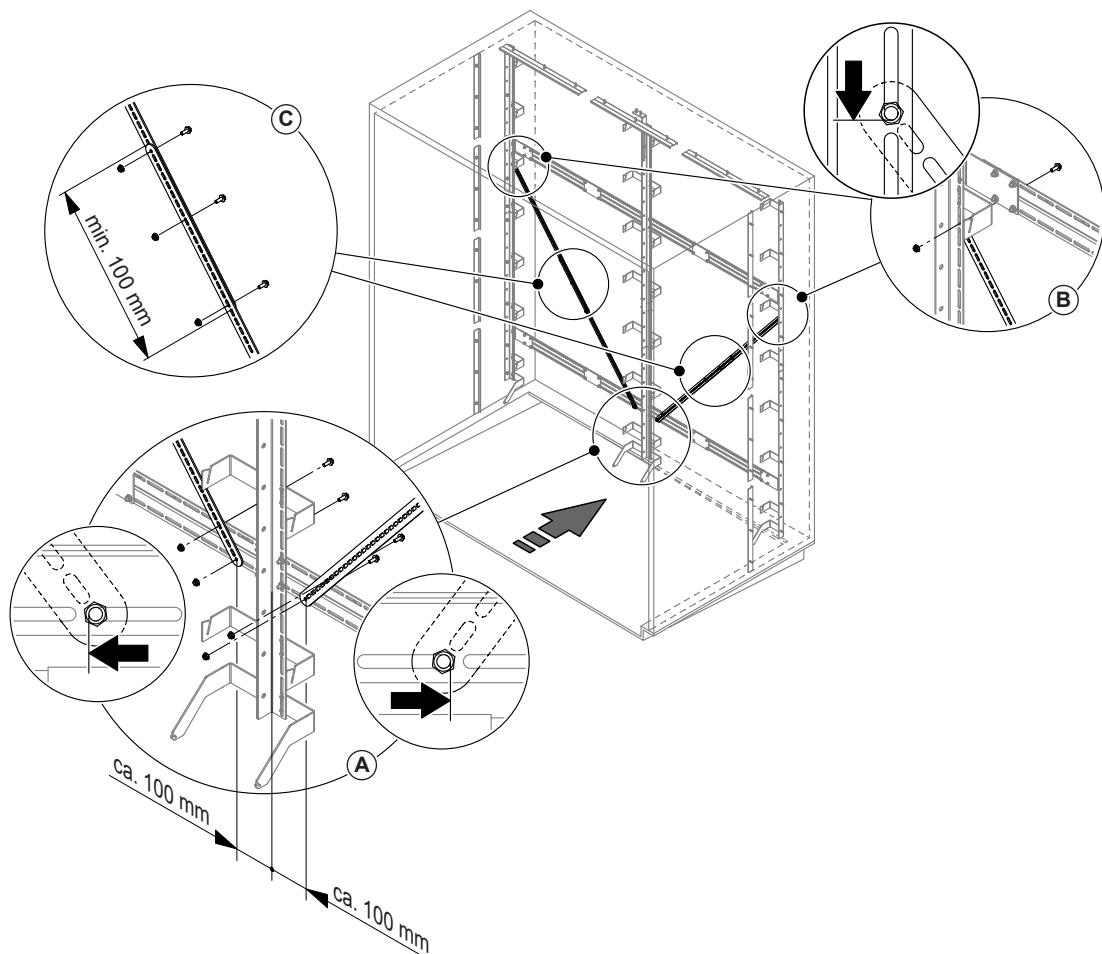

Abb. 14: Diagonalverstrebungen montieren
- Zuerst die unteren Diagonalstreben in einem Abstand von ca. 100 mm zur Mitte der Vertikalsstütze von vorne (in Strömungsrichtung gesehen) mit einer Schraube M6 x 16 mm und Mutter (mitgeliefert) in dem entsprechenden Langloch in der unteren Reihe am Querträger befestigen. Dann die unteren Diagonalstreben im Langloch des Querträgers bis zum Anschlag nach links bzw. nach rechts schieben und die Schraubverbindungen leicht festziehen (siehe Detail A in Abb. 14).
- Die oberen Diagonalstreben von hinten (in Strömungsrichtung gesehen) mit einer Schraube M6 x 16 mm und Mutter (mitgeliefert) so an den seitlichen Trägerprofilen und der mittleren Vertikalsütze (nur bei Luftkanälen/Lüftungsgeräten mit einer Breite >4500 mm vorhanden) befestigen (siehe Detail B), dass die Überlappung der oberen und unteren Diagonalstreben mindestens 100 mm beträgt (siehe Detail B und C in Abb. 14). Dann die oberen Diagonalstreben bis zum Anschlag im Langloch nach unten schieben und Schraubverbindung leicht festziehen.
- Die oberen und unteren Diagonalstreben überlappen und mit je drei Schrauben M6 x 16 mm und Muttern (mitgeliefert) fixieren (siehe Detail C in Abb. 14).
- Zum Schluss die unteren Diagonalstreben mit einer zweiten Schraube M6 x 16 mm und Mutter (mitgeliefert) in der oberen Reihe der Langlöcher am Querträger befestigen (siehe Detail A in Abb. 14) und alle Schraubverbindungen an den Diagonalstreben festziehen.